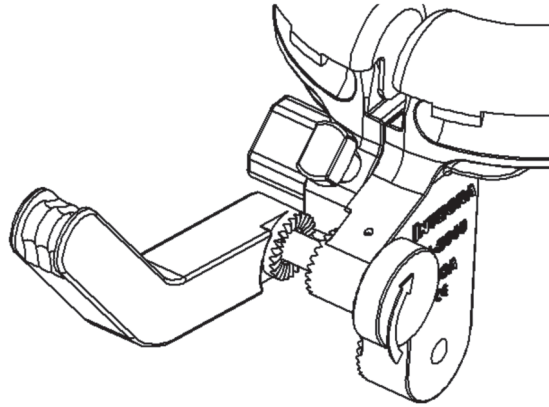

Figura 12
1. Inserire la porzione filettata della manopola della barra di puleggia nel foro filettato della barra di puleggia in modo che i denti a stella della barra di puleggia siano di fronte ai denti a stella piccoli della piastra stazionaria a ferro di cavallo (Figura 12).